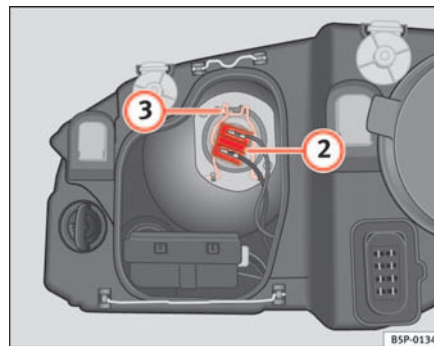

Abb. 176 Abblendlicht
- Ziehen Sie den Stecker ⇒ Seite 250, Abb. 176 ② von der Lampe ab.
- Die Haltefeder ⇒ Seite 250, Abb. 176 ③ durch Eindrücken und Rechtsdrehung abnehmen.